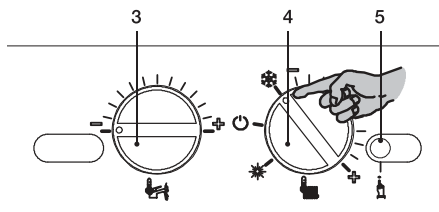

Рисунок 5.35
- Прежде чем включить электропитание котла, установите регуляторы 3 и 4 так, как показано на рисунке (см. Рисунок 5.35).